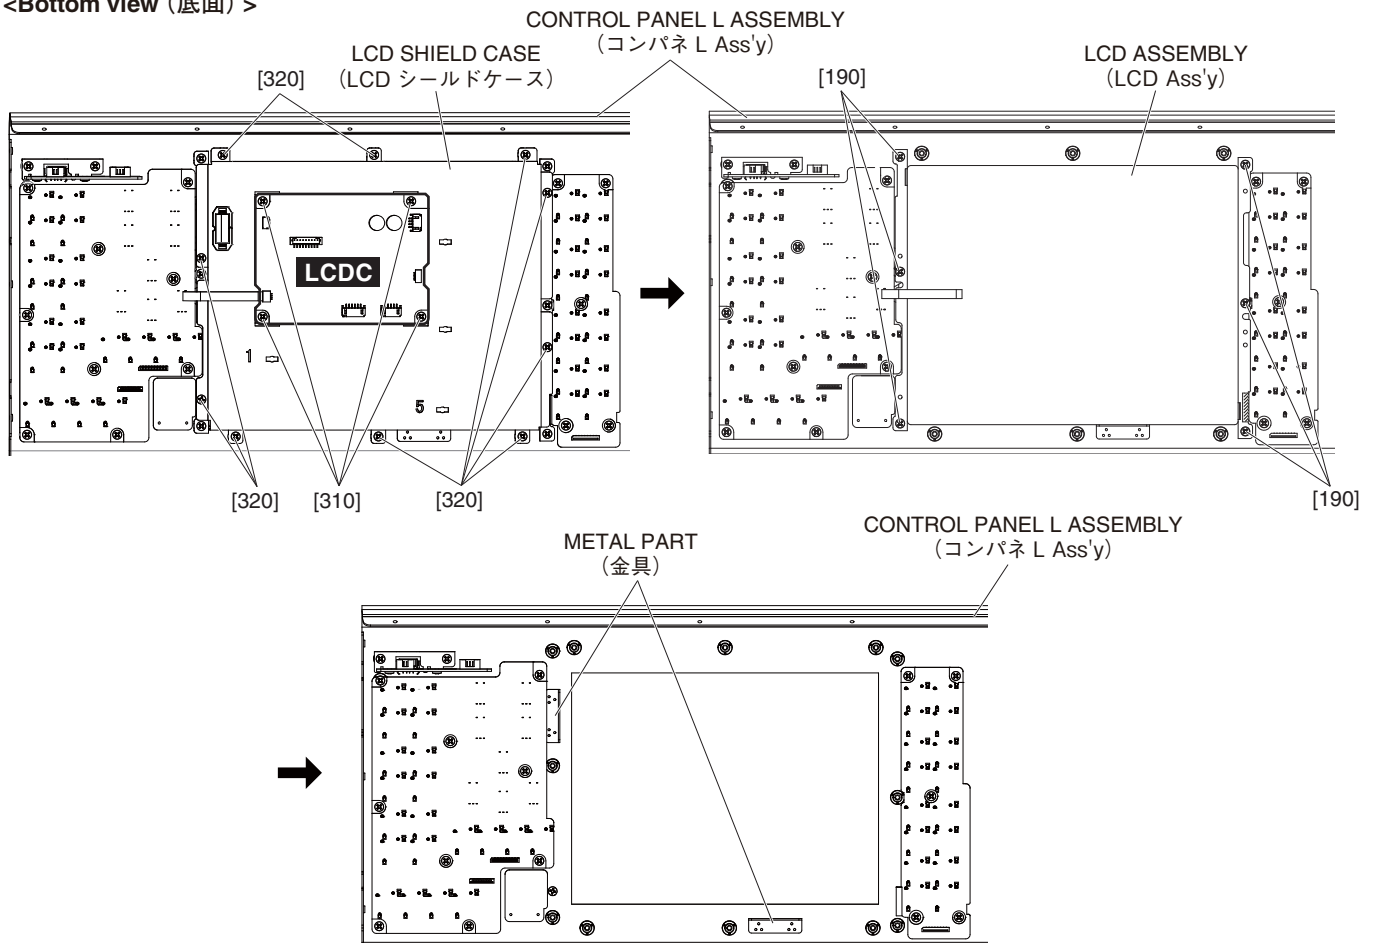

Fig. 11 (図11)
- B-1-3 Remove the four (4) screws marked [310]. The LCDC circuit board can then be removed. (Fig. 11)
- B-2-3 Remove the ten (10) screws marked [320]. The LCD shield case can then be removed. (Fig. 11)
- B-2-4 Remove the six (6) screws marked [190]. The LCD assembly can then be removed. (Fig. 11)
* **When installing the LCD assembly, be sure to apply it to the metal part of the panel shown in fig. 11 and then tighten the screw.**
- B-1-3 [310] のネジ 4 本を外して、LCDC シートを外します。(図 11)
- B-2-3 [320] のネジ 10 本を外して、LCD シールドケースを外します。(図 11)
- B-2-4 [190] のネジ 6 本を外して、LCD Ass'y を外します。(図 11)
※ LCD Ass'y を取り付ける際は、図 11 に示すパネルの金具に当て付けてから、ネジを締めてください。